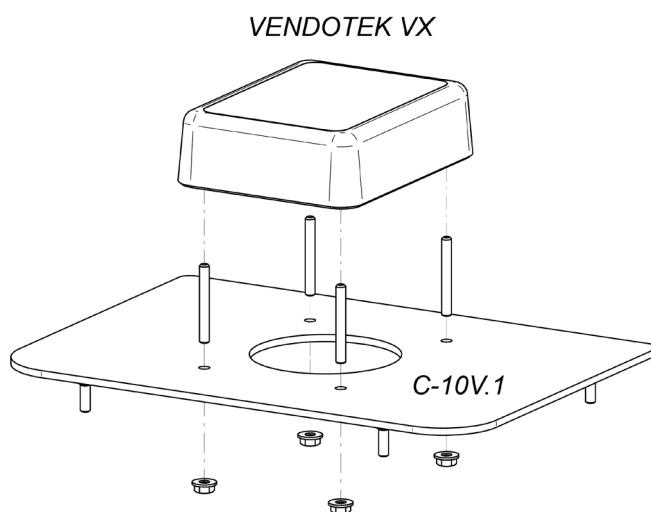

Рисунок 31. Боковая крышка **PERCo-C-10V.1** с платежным терминалом **Vendotek VX**
7. Боковая крышка **PERCo-C-10V.1** предназначена для установки в турникет платежного терминала **Vendotek VX**. Терминал поставляется в комплекте с крышкой. Крышка исполнена из нержавеющей стали, терминал устанавливается непосредственно на боковую крышку (см. рис. 31), крепеж входит в комплект поставки терминала. Для подключения к турникуту терминала используйте специальный соединительный кабель с интегрированным в него устройством сопряжения и схему подключения.